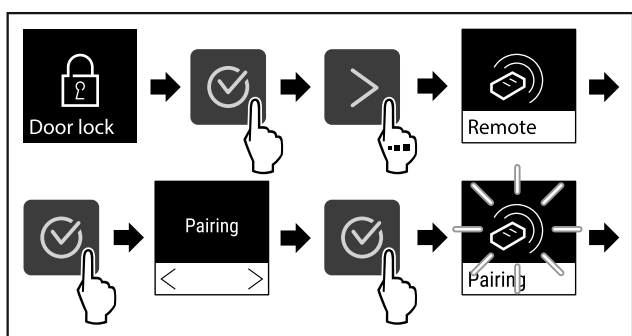

Fig. 79
- ▶ Végezze el a gyakorlati lépéseket (lásd Fig. 79) .